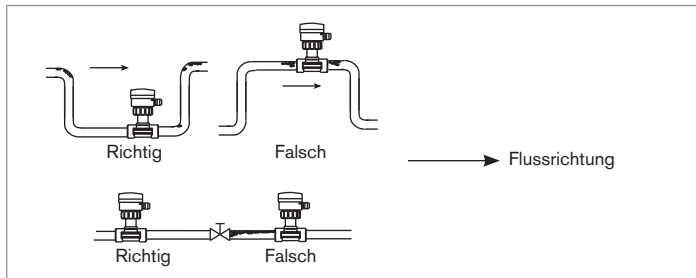

Bild 10: Luftblasen in der Rohrleitung
- die Bildung von Luftblasen in der Rohrleitung am Sensor vermeiden (siehe *Bild 10*).